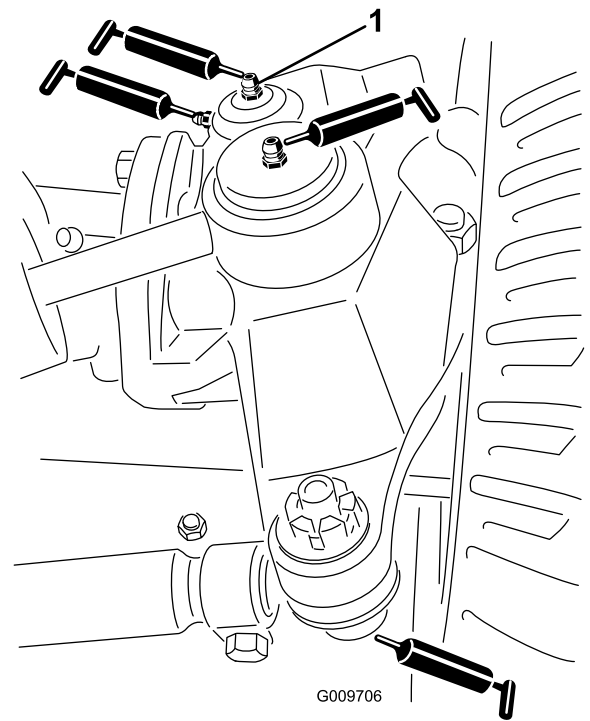

Bild 45
- Lenkzylinder-Kugelgelenke (2), wie in Bild 45 abgebildet
- Spurstangen-Kugelgelenke (2), wie in Bild 45 abgebildet
- Achsschenkelbüchsen (2), wie in Bild 45 abgebildet